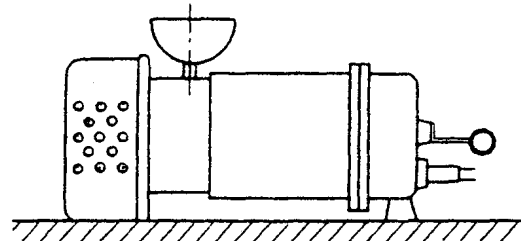

図 6
- (1) ご使用の前に必ず絶縁抵抗の測定をしてください。絶縁抵抗値は $1M\Omega$ 以上あれば運転に支障ありませんが $1M\Omega$ 以上あっても、急に低下し始めているものは異常と考えられますので修理が必要です。
- (2) 運転中の電流値、電流計のふれを点検してください。ふれの大きい場合は異物をかみ込んでいる恐れがあります。付着した異物を取り除いてください。
- (3) 吐出し量が急激に減少している場合には、吸込口(ストレーナ部)に異物がつまっている恐れがあります。付着した異物を取り除いてください。
- (4) ポンプ性能が徐々に低下した場合は、ケーシングや羽根車の摩耗が考えられます。各部を点検し摩耗している部品は早期に交換してください。
- (5) 使用後に、メカニカルシールの潤滑油を点検・交換して頂きますと、メカニカルシールの寿命が長くなります。この際、潤滑油に水が浸入し、白濁している場合は、メカニカルシールの不良ですので交換が必要です。潤滑油交換時には図 6 のように注油栓を上にし、ポンプを水平に置いて表 2 に示す潤滑油を必ず規定量注油してください。この時ポンプをゆすったりして、規定量以上注油しますと、メカニカルシール室の内圧上昇により、シール寿命が著しく低下します。注油後はシールワッシャを介し注油栓を十分に締付けてください。
メカニカルシール室の潤滑油の交換は 6 ヶ月毎に行ってください。この際潤滑油に水が混入し白濁している場合は、メカニカルシールを交換してください。潤滑油の交換時には図 6 のように注油栓を真上にし、ポンプを水平に置いて表 2 の潤滑油量を必ず規定量注油し、シールワッシャを介し注油栓を十分に締め付けてください。